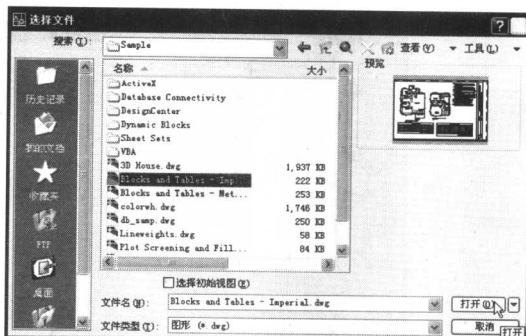

图 1-6 【选择文件】对话框
- ① 选择 AutoCAD 2007 主窗口中的【文件】→【打开】命令，打开【选择文件】对话框。
- ② 单击 AutoCAD 2007 安装根目录下的【Program Files】（这里所指的是安装默认路径）→【AutoCAD 2007】→【Sample】路径文件夹，如图 1-6 所示。